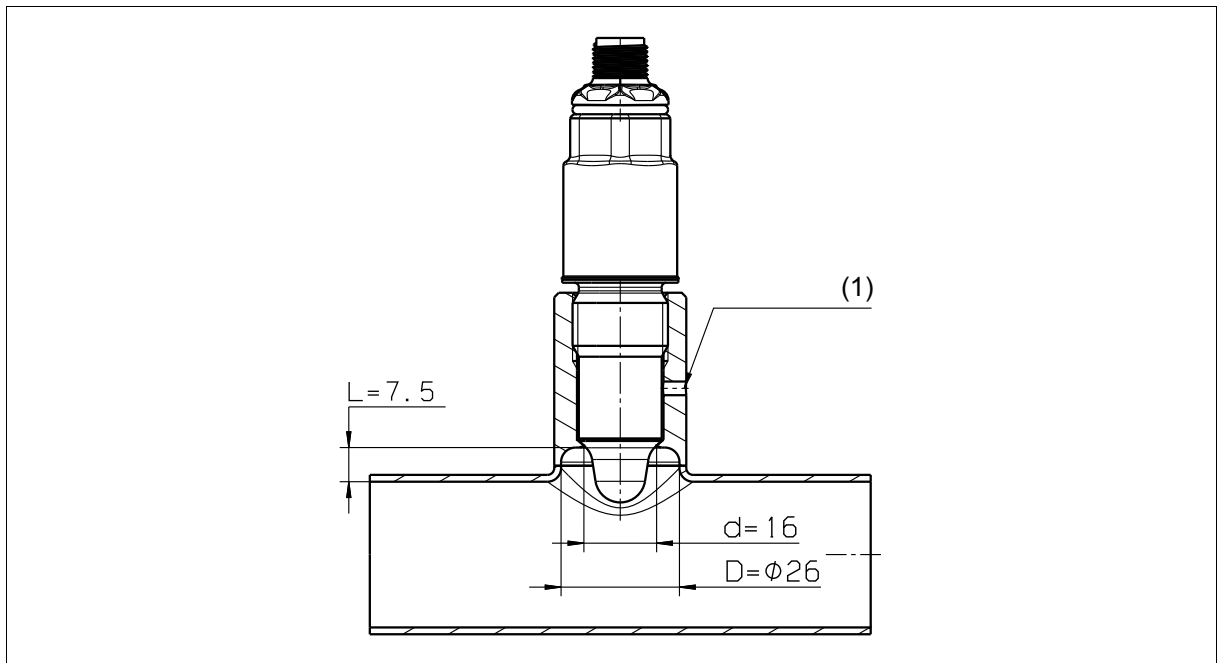

Fig. 5-3 Éviter les espaces morts dans le point de mesure
- Le montage sans zone morte est pris en compte de manière à ce que le point de mesure soit entièrement recouvert par le détergent au cours du nettoyage, voir Fig. 5-3.